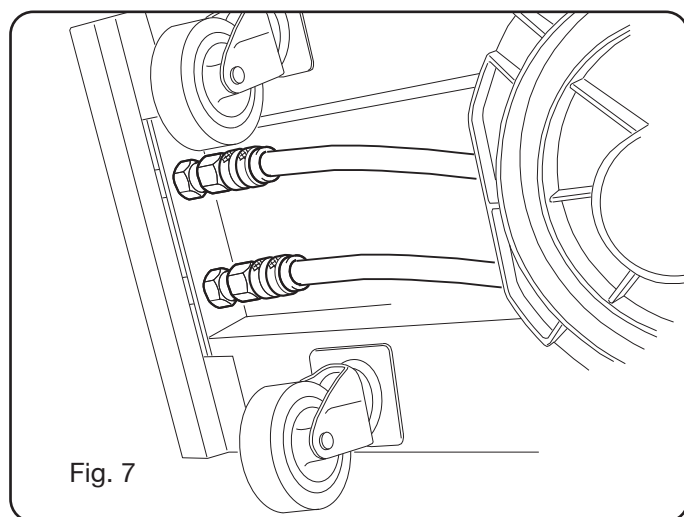

Fig. 7
- Os tubos do líquido refrigerante devem ser ligados nas tomadas rápidas situadas debaixo do fundo do carro de tracção do fio (ver Fig. 7), respeitando as cores mostradas na parte dianteira do carro.